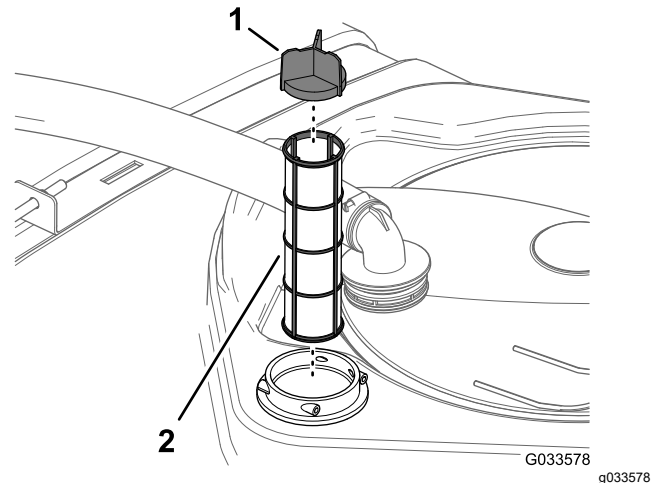

Figura 110
4. Rimuovete il vecchio filtro di aspirazione dall'alloggiamento del filtro nel serbatoio (Figura 110).